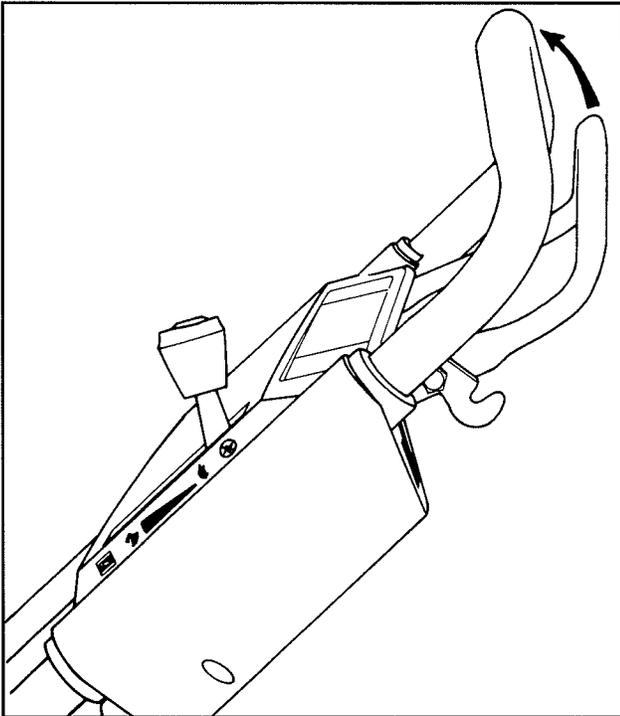

Abbildung 11
5. **FAHRBETRIEB** (Abb. 11)—Den Antriebshebel gegen den Gestängegriff drücken, um den Mäher in Bewegung zu setzen. Wird der Antriebshebel losgelassen, wird auch der Antrieb ausgeschaltet.